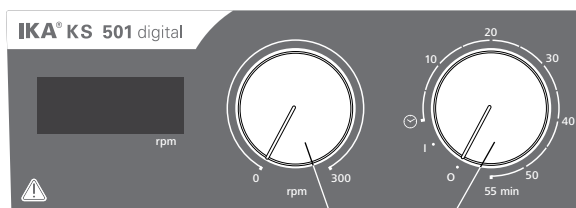

Fig. 3
- ☞ 「オン/オフ」および「タイマー」ダイヤルノブ (B, Fig. 3参照) を時計回りに「1」の位置まで回し、本体の電源を入れます。
- ☞ 「オン/オフ」および「タイマー」ダイヤルノブ (B) を「0」の位置まで回し、本体の電源を切ります。
- ☞ 「回転数」ダイヤルノブ (C, Fig.3参照) を回すことにより、KS 501/HS 501 digitalは0~300rpmの範囲内で回転速度を設定することができます。